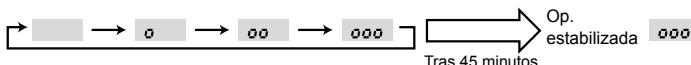

Fig. 8-3
(3) Pulse el botón **FILTER** (↔) para confirmar el ajuste. (Fig. 8-3)